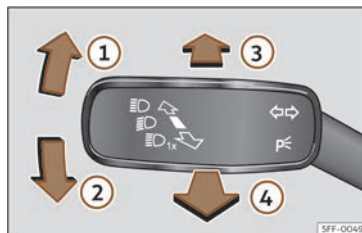

Fig. 100 Panca de intermitentes e de luz de estrada (segundo versións).
- Dende a posición de base, prema cara adiante a panca dos intermitentes e da luz da estrada >>> **fig. 100 ③**.
- **OU BEN:** se o asistente de luz de estrada está conectado, tire cara atrás da panca dos intermitentes e de luz de estrada >>> **fig. 100 ④**.